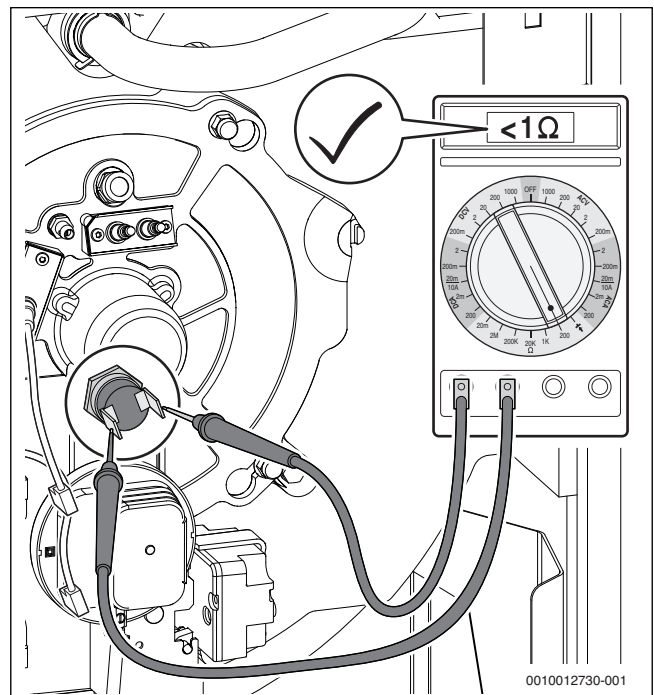

Bild 89 Elektrischen Widerstand an den Kontakten des Temperaturwächters messen (Temperaturwächter in Ordnung)
- Elektrischen Widerstand an den Kontakten des Temperaturwächters messen (→ Bild 89).